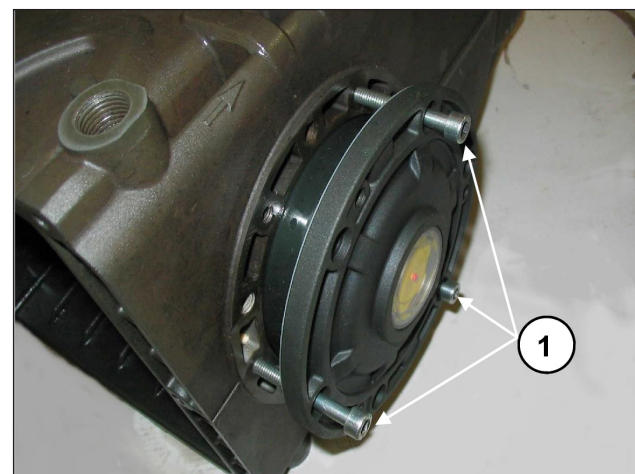

Fig. 8
Para facilitar la introducción del primer tramo y de la correspondiente introducción de las tapas sobre el cárter, se recomienda utilizar N° 3 tornillos M6 x 40 parcialmente roscados, (Fig. 8, pos. ①) para después completar la operación con los tornillos incluidos en la dotación (M6x18).